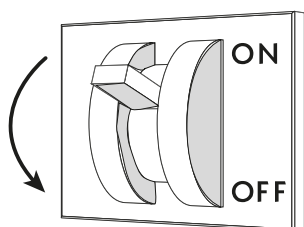

Fig. 19
- Retirar a tensão elétrica ao balcão através do interruptor seccionador geral colocado na parede ("Fig. 19").